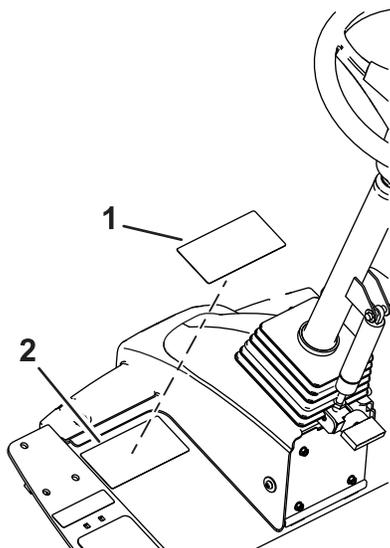

図 8
1. 消毒用アルコールと清潔な布を使って警告デカルの表面を拭き、デカルを乾燥させる (図 8)。